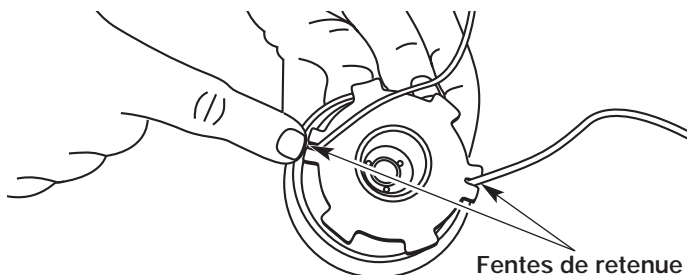

Fig. 18
- Insérez les extrémités du fil dans les deux fentes de retenue (Fig. 18).